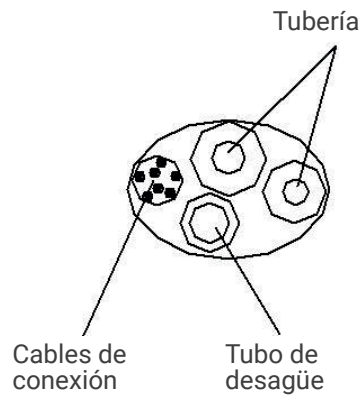

Fig.6
- Conexión del tubo posterior derecho (similar al tubo inferior derecho) (opcional, consulte la Fig. 6)